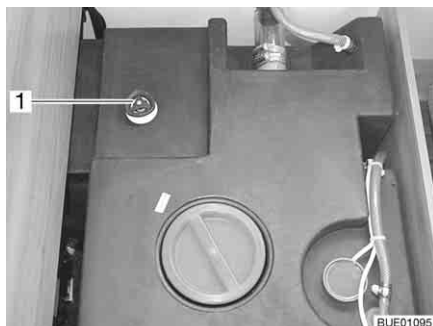

Fig. 239 Serbatoio dell'acqua con maniglia girevole
- Sul serbatoio dell'acqua ruotare la maniglia girevole (Fig. 239,1) in senso antiorario, oltre la resistenza verso l'esterno fino all'arresto, per aprire completamente l'apertura di scarico.